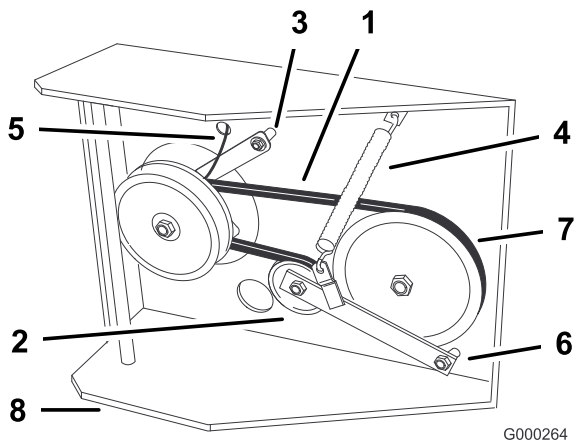

Figura 43
7. Desconecte el tirante del embrague de la carcasa del motor (Figura 43).
8. Desenganche el muelle tensor del lado del bastidor (Figura 43).
11. Apriete el perno del pivote a 47-54 N-m. Coloque el muelle tensor entre el brazo de la polea tensora y el soporte del bastidor (Figura 43).
12. Instale el tirante del embrague en la carcasa del motor (Figura 43).